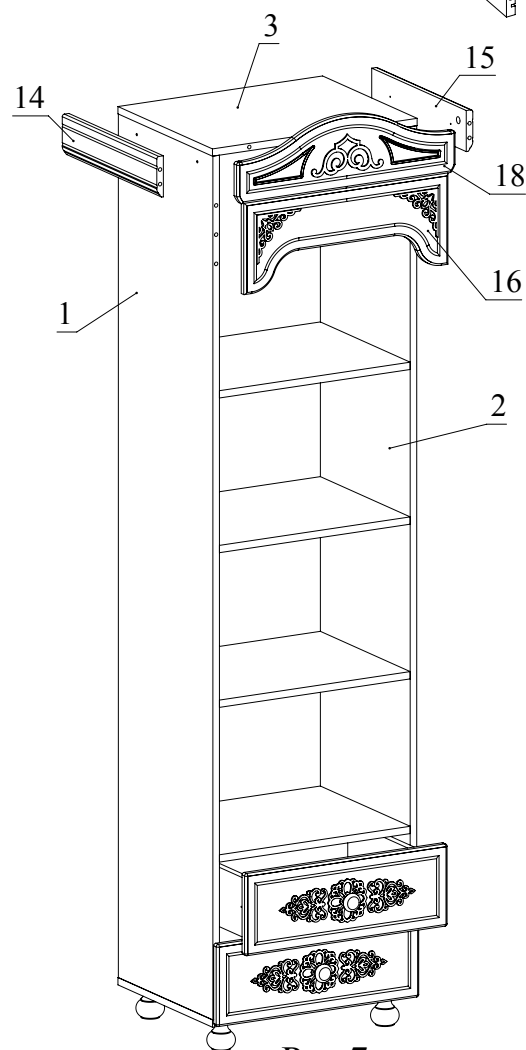

Рис.7
9. Вставьте ящики. Установите заглушки конфирматов и минификсов (Рис.7).